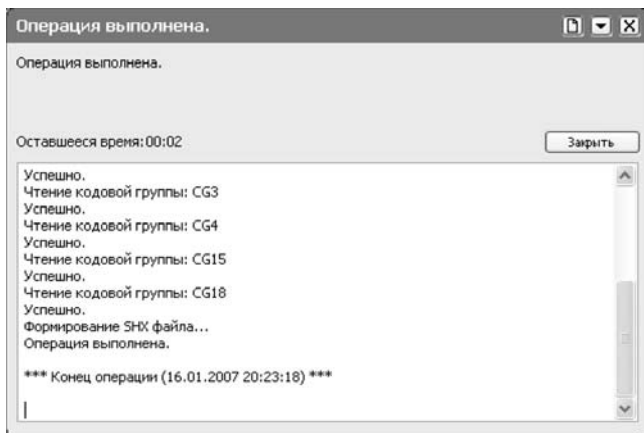

Рис. 2.20. Чтение данных из телефона
5. Нажимают кнопку «Чтение данных», при этом телефон будет переведен в режим программирования и будет начат процесс чтения данных из телефона, ход которого отображается в окне статуса (рис. 2.20).